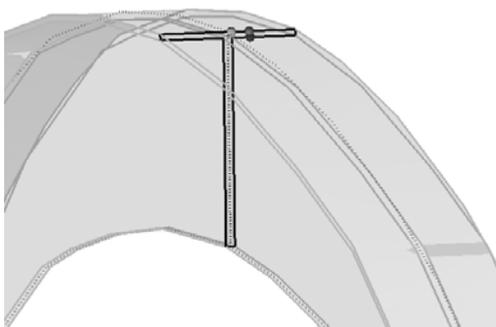
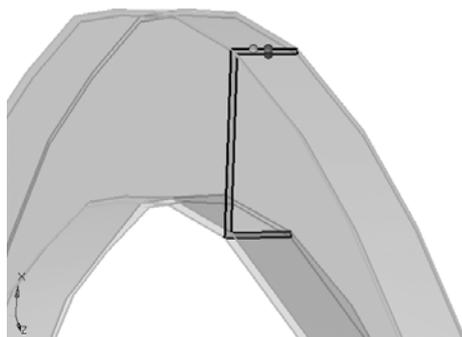

图 7-6 N1、N2、N3 创建一个截面的投影平面
图 7-7 创建 U 形框截面
- (1) 在模型浏览器中，选中 `frame_solid`，右击选择 `isolate`。
- (2) 选择 `1D>HyperBeam>solid section`。
- (3) 确保黄色选项框为 `surfs`，`cross section plane` 为 `project to plane`。
- (4) 在图形区域中，选择任一 T 形截面框的截面。
- (5) 在所选的截面上用 `project to plane` 中的 `N1`、`N2`、`N3` 创建一个截面的投影平面，平面的法向指向框的路径方向，如图 7-6 所示。
- (6) 单击 `create` 按钮，弹出 `HyperBeam` 的截面模型面板。
- (7) 在浏览树中选择 `auto_solidsection.2`，右击 `Rename`，将其重命名为 `section_T`。
- (8) 选择 `File>Exit` 退出。
- (9) 重复 (2) ~ (8) 步，选择 U 形截面框，创建 U 形框截面，并重命名为 `section_U`，如图 7-7 所示。